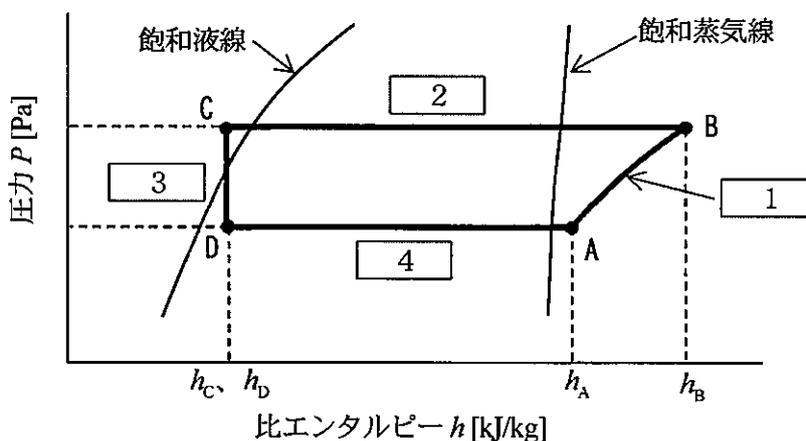

図 1 冷凍サイクル
(I) 図 1 は、蒸気圧縮式冷凍機やヒートポンプにおける冷凍サイクルの行程を $P-h$ 線図に示したものである。ここで、 P は循環冷媒の圧力、 h は比エンタルピーを示す。また、 $A \sim D$ は冷媒の状態点を示す。
1) 図 1 の $A \rightarrow B$ は 工程、 $B \rightarrow C$ は 工程、 $C \rightarrow D$ は 工程、 $D \rightarrow A$ は 工程を示している。